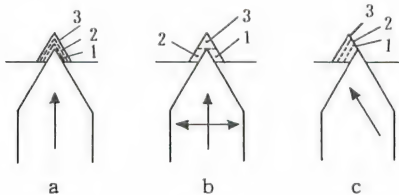
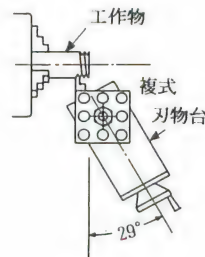

図12-16
図12-17
図12-16 aのように直進させて切りこんで行きますと、ねじ切りが進むにつれて刃先と工作物の接触面積が大きくなるためバイトにかかる力が強くなり、ビビリや食いこみなどの不都合が出てきますので、真鍮、快削鋼などの軟らかい材料でピッチの小さいねじ切りしかできません。これを避けるために、図bのように前進、右、左、前進、の順番に動して刃にかかる力を減らし、最後の仕上げだけ両側面を使うように書物には書かれています。しかし手数がかかるので図cのように切削する方法がもっとも実用的です。図12-17のように複式刃物台を傾けて固定し、左側の刃だけで切るのは、複式刃物台の角度を 30° でなく 29° にしてあるのは、右側の壁も刃先でわずかずつ削って面の荒れを防ぐ目的です。ただし複式刃物台上でバイトを回せない構造ではこの方法は使えません。
- ④モーターのスイッチを入れ、クラッチを入れるとバイトが左に動きはじめる。(これ以後ねじ切り作業がすべて終わるまでクラッチを切ってはなりません)。直ちに手をスイッチに置いてそのまま離さずに、切り終わりの数回転手前でスイッチを切り、惰力で進ませて逃げ溝内で停止させる。
- ⑤横送り台を2回転戻し、スイッチを逆転に入れてバイトをスタート位置まで戻し、スイッチを切る。
- ⑥同じピッチのタップ、またはピッチゲージ(写真12-19)を削り跡にあてがってピッチを確かめる。
- ⑦横送り台の送りハンドルを元の日盛に戻し、さらに切りこみ分だけ進め(図12-17の場合は複式刃物台で)、モーターのスイッチを入れる。正確に同じ道をたどってねじが深くなる。少し手前で切る。
- ⑧5と7を繰返して予定の深さまで切り終えたら、バイトを進めずに(横送り台